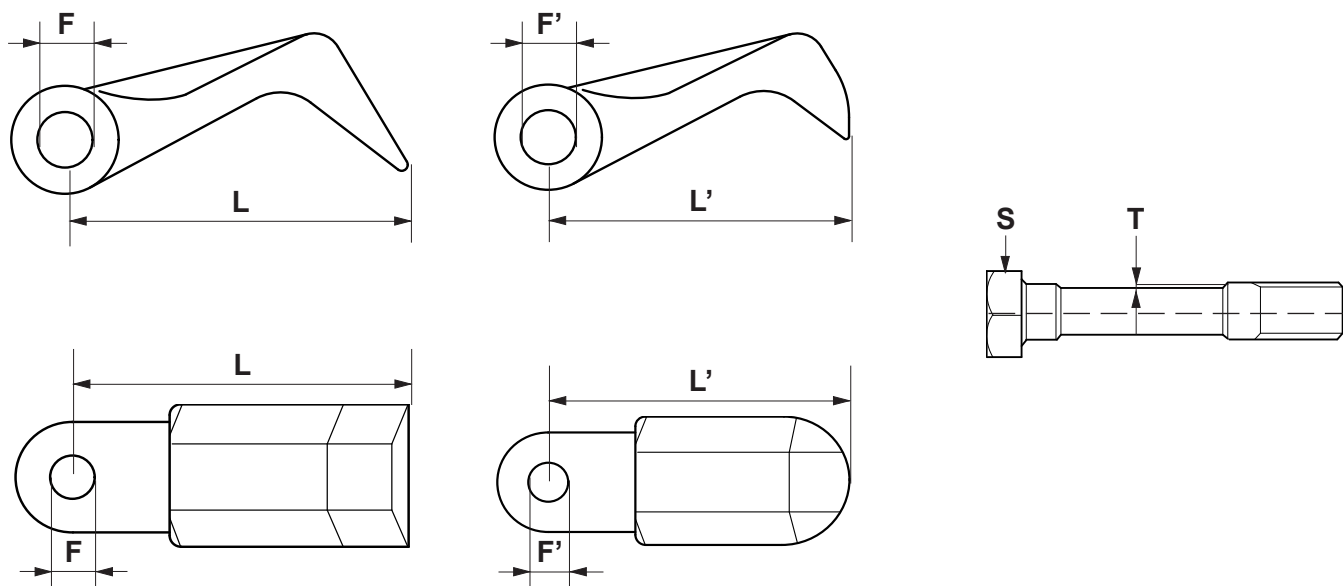

Fig. 20
- Le diamètre du trou de fixation «F» ne doit pas être ovalisé plus de 2 mm par rapport au diamètre d'origine (Fig. 20).
- La longueur «L» des couteaux ne peut pas être inférieure à 15 mm par rapport à la longueur d'origine (Fig. 20).
- L'usure «T» de l'axe dépasse 2 mm (Fig. 20).
- *Die Länge «L» der Messer darf nicht weniger als 15 mm im Bezug zur Originallänge ausmachen (Abb. 20).*
- *Der Verschleiß «T» des Bolzens mehr als 2 mm ausmacht (Abb. 20).*
- El diámetro del orificio de fijación «F» no se debe ovalar más de 2 mm, con respecto al diámetro original (Fig.20).
- La longitud «L» de las cuchillas no puede disminuir más de 15 mm, con respecto a la longitud original (Fig.20).
- El desgaste «T» del perno es mayor de 2 mm (Fig. 20).